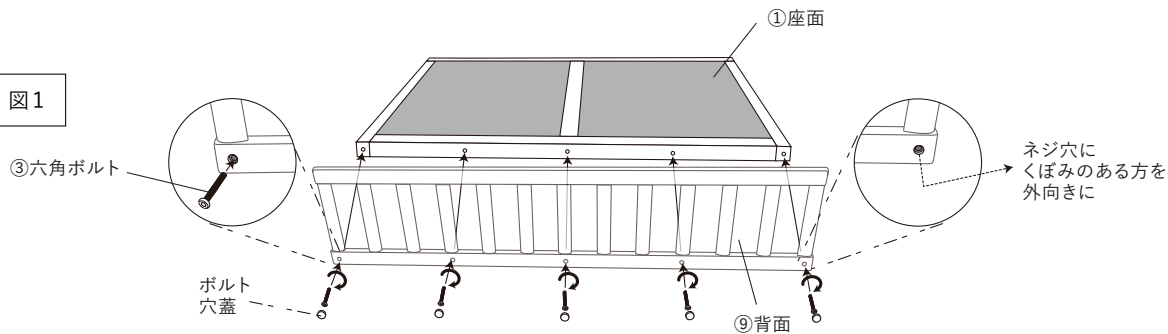

図2
- 本体を背板側へゆっくり倒し②脚(6本)、⑩中央補助脚(1本)を手で回して取り付けて下さい。(図2)